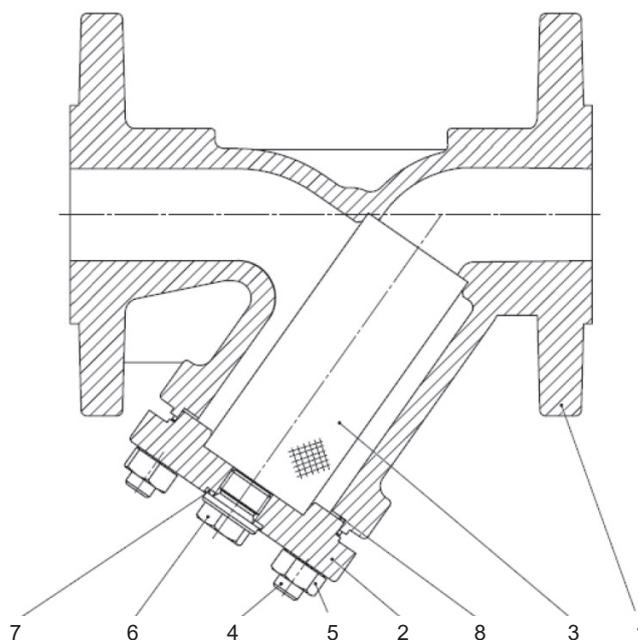

Fig 34K
## Filtri Fig 34K in acciaio al carbonio
**Esempio:** N° 1 filtro di linea a Y Spirax Sarco Fig 34K, con corpo in acciaio al carbonio, elemento filtrante in acciaio inossidabile, foratura 1,25 mm e attacchi flangiati EN1092 PN40 DN80.
**Esempio:** N°1 elemento filtrante in acciaio inox con fori da 1,0 mm per filtro Spirax Sarco Fig 34K PN40 DN50.